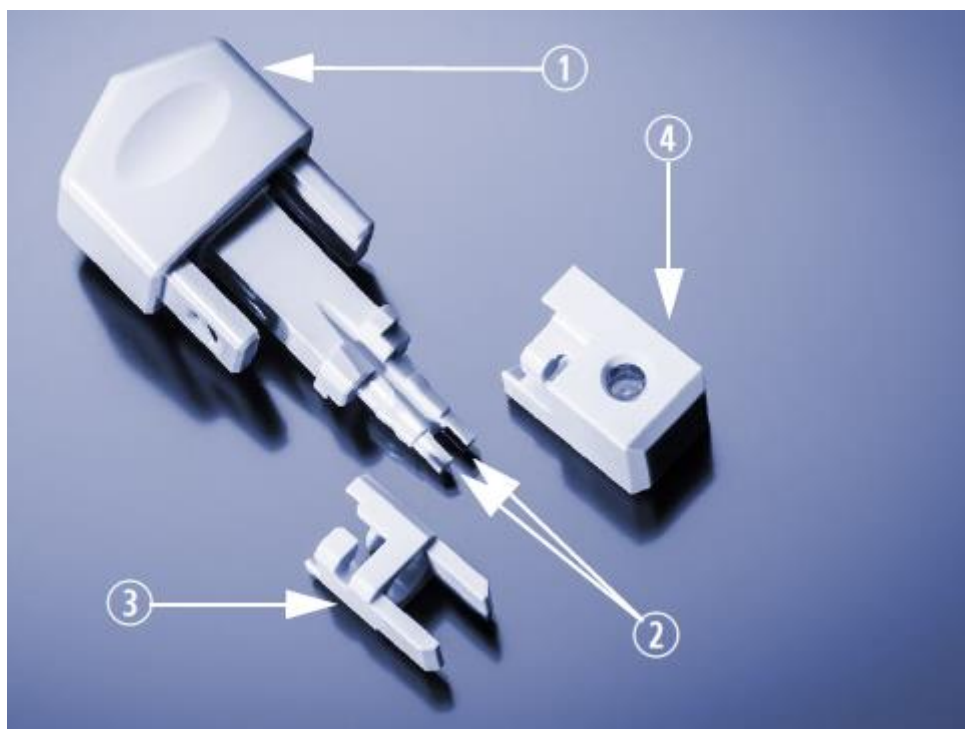

图 28： Univette 和配件
Univette 自带一只石英比色皿，可与保护垫片配件（图 28③）以及石英比色皿联用，也可以与玻璃比色皿联用，但不建议与一次性比色皿联用。
当样品量有限的时候，Univette 也可与低容量配件（图 28④）联用。